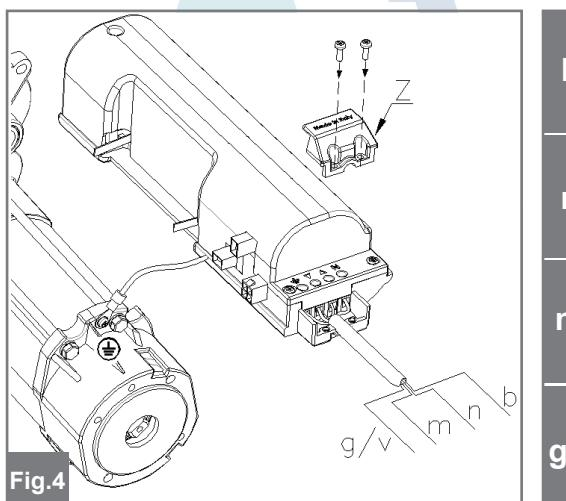

Fig.4
- 16) Pasaremos el cable por dentro el pasacables « **Z** » y haremos las conexiones del motor (Fig.4). Es muy importante respetar el común del motor “ **b** ” y conectar el cable de tierra. Con electrofreno, quitar el puente (**Z**) y enbalar la bobina del electrofreno (**V**), (ver gráfico 6).
- 16) Insira o cabo de alimentação no passa-fios “**Z**” e execute as ligações (ver fig. 4). É importante respeitar a ligação comum do motor “**B**” e executar a ligação à terra. Caso aplique o travão elétrico, remova a ponte (**Z**) e nos mesmos contactos ligue os 2 fios da bobina (**V**), (ver figura 6).